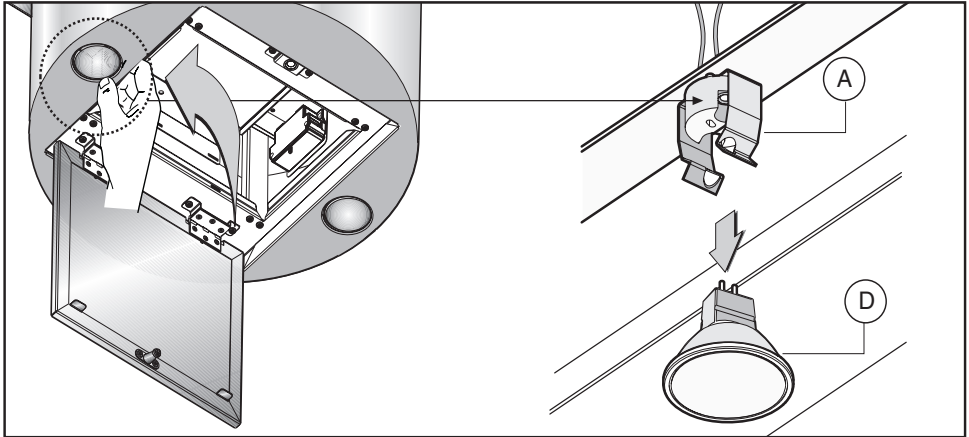

Fig.13
• Sostituzione delle lampade alogene (Fig.13).